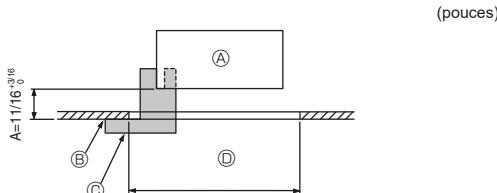

Fig. 6-2
①	Grille	1	950 × 950 (mm), 37-13/32 × 37-13/32 (pouces)
②	Jauge	1	Divisée en quatre parties
③	Vis (4 × 16)	1	Pour PLFY-WL-NEMU-E(1)
④	Panneau en coin 3D i-see Sensor	1	Pour PLFY-WL-NEMU-E(1)
6.2. Préparation avant d'attacher la grille (Fig. 6-2)
- A l'aide de la jauge ② fournie avec ce kit, régler et vérifier la position de l'appareil par rapport au plafond. Si l'appareil n'est pas correctement positionné, il y aura des risques de fuites d'air et de la condensation pourrait s'accumuler.